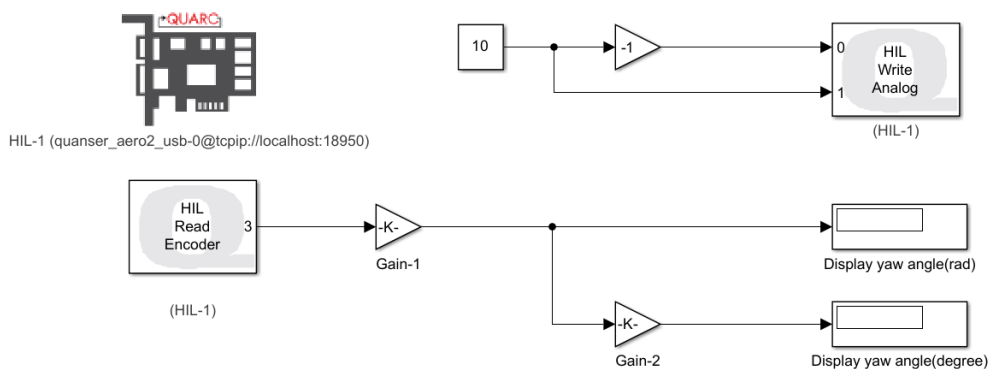

Figure 3: Modèle Simulink utilisé avec QUARC pour piloter le moteur à courant continu et lire l'angle sur le Quanser Aero.
L'objectif ici est de construire un modèle Simulink en utilisant des blocs QUARC pour piloter l'Aero, puis mesurer l'angle de lacet correspondant, comme illustré dans la Figure 3. Nous commencerons avec le Quanser Aero dans l'environnement virtuel des laboratoires interactifs de Quanser, avant d'utiliser le système réel.
- Nous allons alimenter l'Aero avec une tension de -10 V pour le rotor 0 et une tension de 10 V pour le rotor 1 afin que l'Aero puisse fonctionner dans l'environnement virtuel. Connectez le bloc **HIL Write Analog** à un bloc **constant** et à un bloc **gain** comme montré dans la Figure 3 (sans le bloc **HIL Read Encoder**, qui sera ajouté plus tard). Changez la valeur du bloc **constant** à 10.
3. Connectez le bloc **HIL Read Encoder** à un bloc **Gain** et à un bloc **Display** comme dans la Figure 3. Dans le **Library Browser**, vous pouvez trouver le bloc **Display** sous **Simulink** → **Sinks** et le bloc **Gain** sous **Simulink** → **Math Operations**.